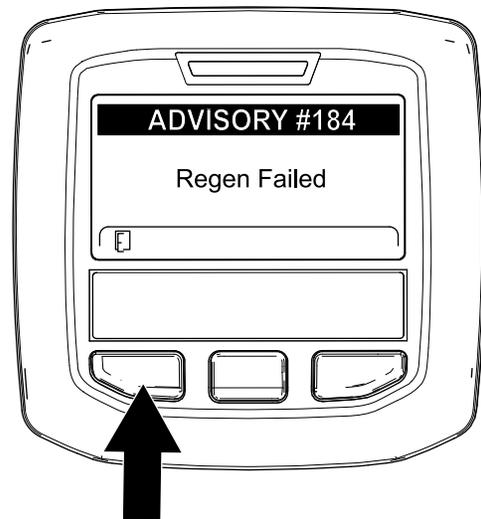

Bild 60
**Hinweis:** Wenn die Regenerierung nicht abgeschlossen wird, wird im InfoCenter „Advisory #184“ (Bild 60) angezeigt. Drücken Sie die linke Taste, um den Homebildschirm anzuzeigen.